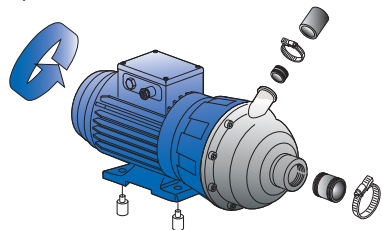

рис. 1
- 5) **Важно незамедлительно убедиться в том, правильно ли вращается насос при нажатии кнопки A СТАРТ до начала первого цикла, так как насос трёхфазный, он может вращаться в обратном направлении).** Помимо стрелки для ориентации можно услышать также излишний шум во время моечного цикла (см. рисунок 1). **Важно: неправильное вращение насоса может привести к отвинчиванию крыльчатки и потерям воды во вращающихся ёмкостях.** **Переставляйте провода только на вилке кабеля питания, а не на электрической панели машины, так как все моторы были центрированы при испытаниях.**